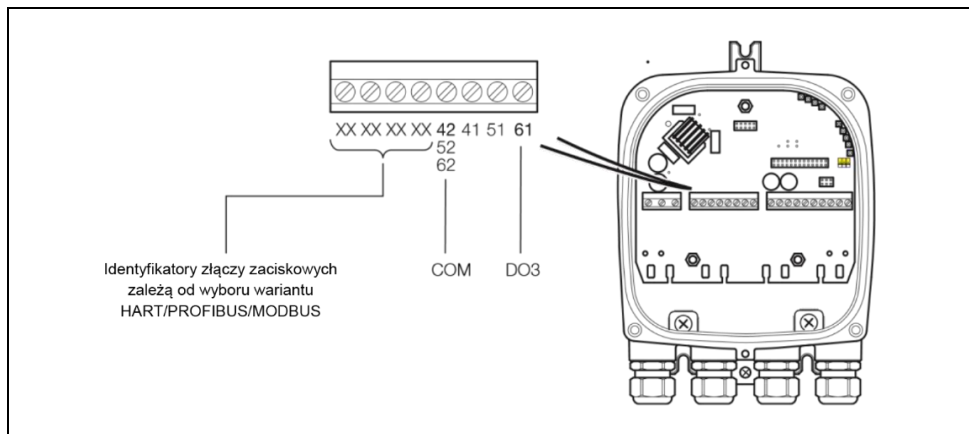
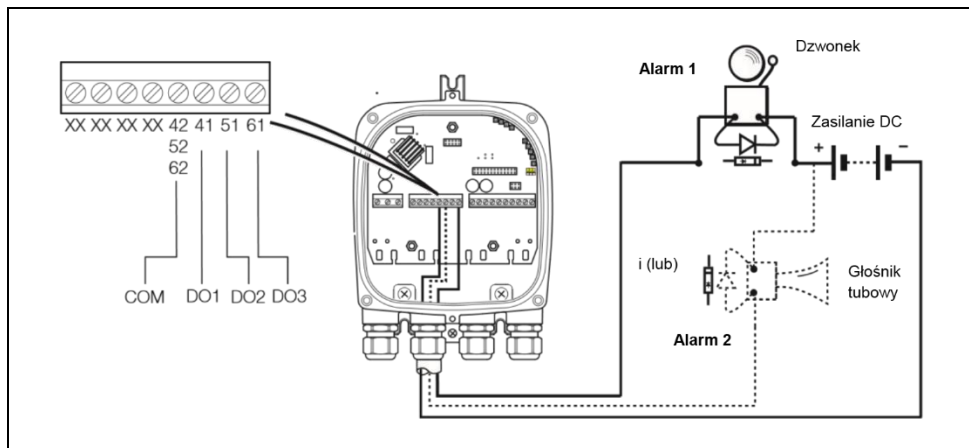

Rys. 3.7 Połączenia elektromechaniczne
Rys. 3.8 Telemetria, liczniki elektroniczne itd. — połączenia
- Standardowo wyjściem sygnałów alarmowych / sygnałów sterowania jest DO3 (zacisk 61). DO1 (41) oraz DO2 (51) można także skonfigurować dla funkcji alarmów, jeśli jest to wymagane. Należy jednak pamiętać, że w takim przypadku NIE będzie można ich wykorzystać jako wyjść częstotliwości / wyjść impulsowych, tak jak pokazano na Rys. 3.7 i Rys. 3.8).